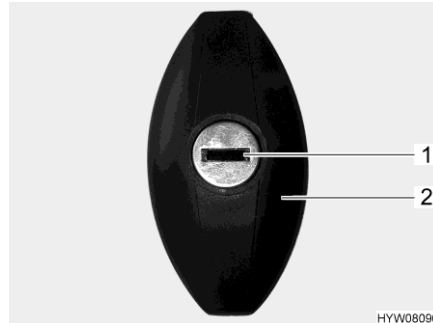

Fig. 39 Serratura dello sportello (ellittico, chiuso)
- Inserire la chiave nel cilindro della serratura (Fig. 39,1) e ruotare in senso antiorario di un mezzo giro. La maniglia della serratura (Fig. 39,2) scatta all'infuori.